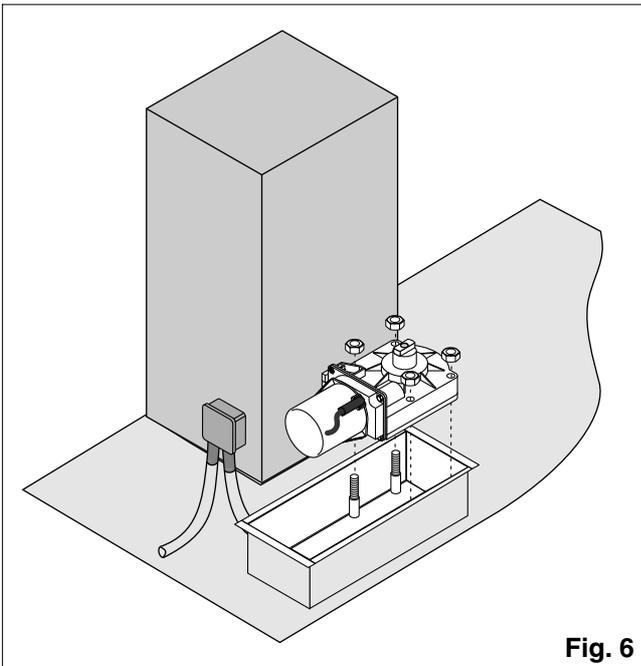

Fig. 6
- 4.2 (Fig. 6) Placer le motoreducteur dans la caisse de fondation montée précédemment.